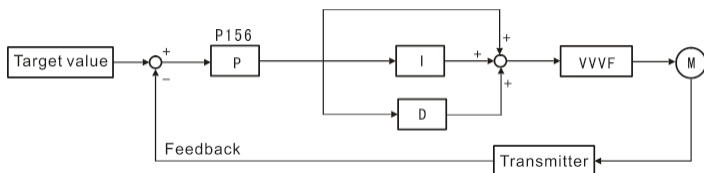
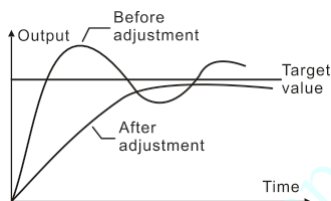

Abbildung 6-18 PID-Regelungsblockdiagramm
Abbildung 6-19 Unterdrückung von
6) Beachten Sie für die jeweilige Anwendung die Beschreibungen in Abbildung 6-19/6-20. Der PID-Regelblock ist in Abbildung 6-18 dargestellt: